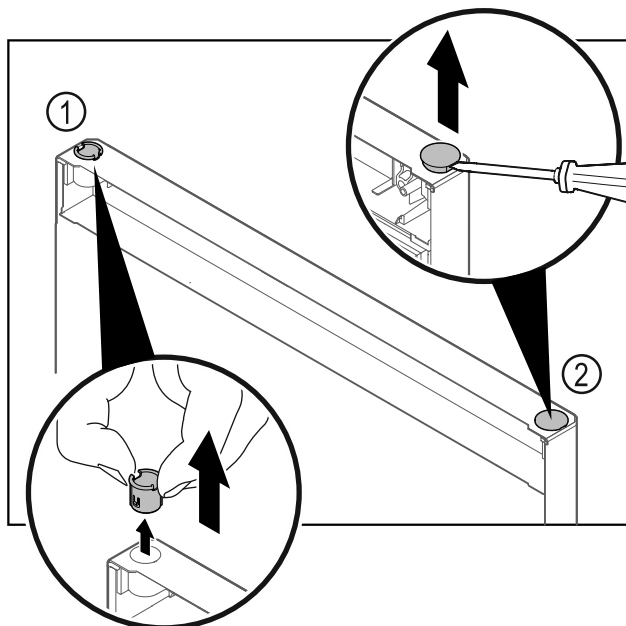

Fig. 7
- Estrarre la boccia cerniera Fig. 7 (1) con le dita.
- Con un cacciavite a testa a intaglio sollevare con cautela il tappo Fig. 7 (2) ed estrarlo.